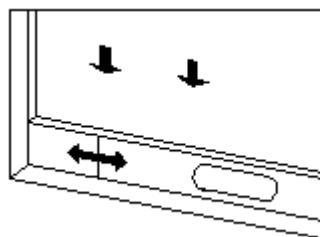
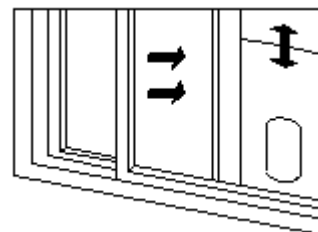

Abbildung 2
Abbildung 3
- 1) Öffnen Sie das Fenster zur Hälfte und montieren Sie die Fensterdichtungsplatte (siehe Abb. 2 und Abb. 3). Die Komponenten können in horizontaler und vertikaler Richtung platziert werden.